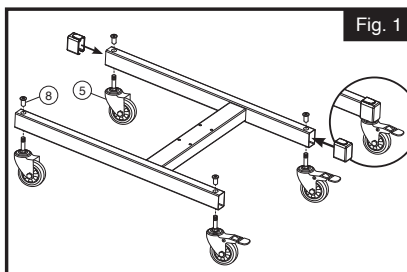

Fig. 1
1. Insérez les vis des roulettes de 3 pouces (5) dans les trous inférieurs du cadre de base (4). (Fig. 1)
2. Insérez les écrous M10 de tube dans (8) les trous supérieurs du cadre de base et serrez-les avec la clé hexagonale de 6 mm (12) et la clé de 16 mm (16).
3. Installez les couvercles d'extrémité du cadre de base sur les extrémités des pieds du cadre de base et appuyez fermement pour les verrouiller en place. (Fig. 1)